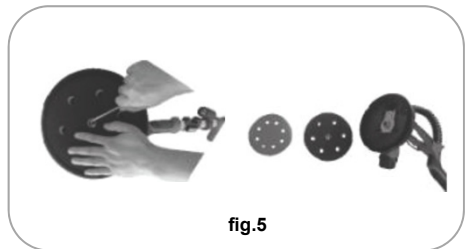

fig.5
-Țineți fix capul de șlefuire, pentru a preveni rotirea acestuia și slăbiți șurubul cu ajutorul cheii din dotare. (Fig.5)